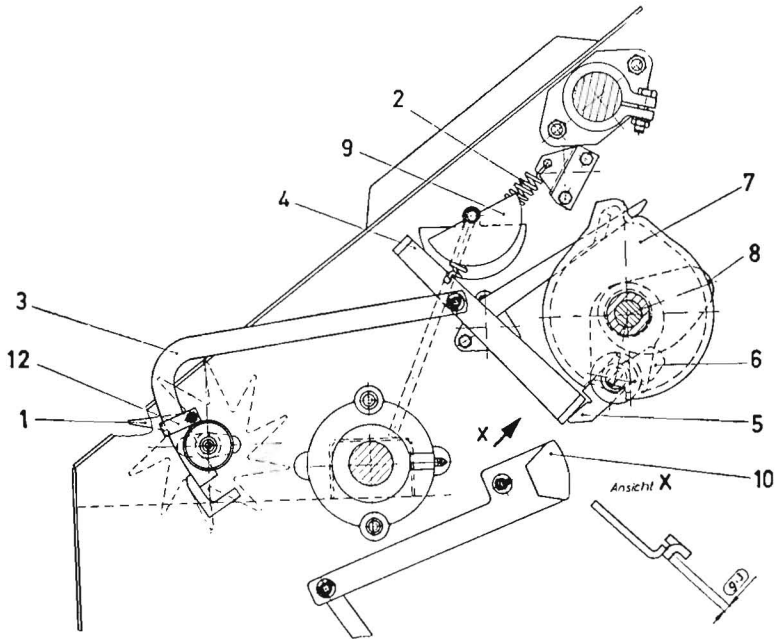

Bild 5
Auf der Kanaldeckenmitte sitzt ein Strohrad (1), dessen Spitzen in den Kanal ragen. Beim Pressen und dem damit verbundenen Weiterschieben des Preßgutstranges im Kanal dreht sich das Strohrad entsprechend mit (Bild 5).
Die Einstellung der Ballenlänge wird durch Verstellen der Klemme (12) auf dem Schaltbügel vorgenommen (siehe Bild 5).